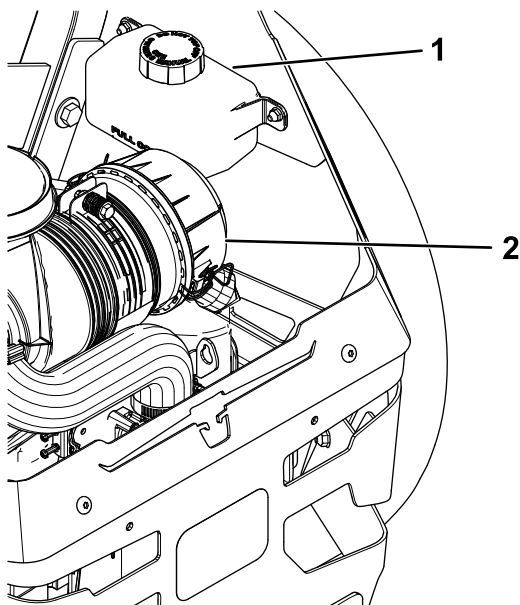

Figura 87
2. Compruebe el depósito de expansión y si es necesario, añada fluido hidráulico Toro® HYPR-OIL™ 500 hasta la línea FULL COLD (Figura 87).